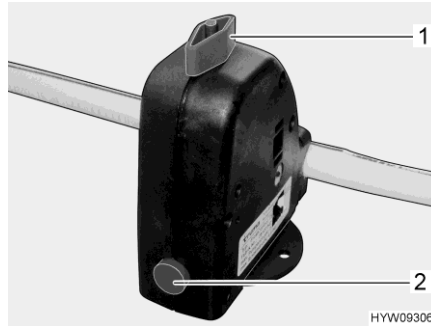

Bild 83 Säkerhets-/avtappningsventil (varmvattenberedare)
Varmvattenberedaren är utrustad med en säkerhets-/avtappningsventil (Bild 83). Säkerhets-/avtappningsventilen gör så att vattnet i varmvattenberedaren inte kallar när det är frost och värmen inte är påslagen.
- Stäng säkerhets-/avtappningsventilen. Ställ vredet (Bild 83,1) diagonalt mot säkerhets-/avtappningsventilen och tryck in tryckknappen (Bild 83,2).
- Öppna säkerhets-/avtappningsventil. Vrid då vredet (Bild 83,1) mot säkerhets-/avtappningsventilen. Tryckknappen (Bild 83,2) skjuts ut. Nu töms varmvattenberedaren via säkerhets-/avtappningsventilen utomhus.